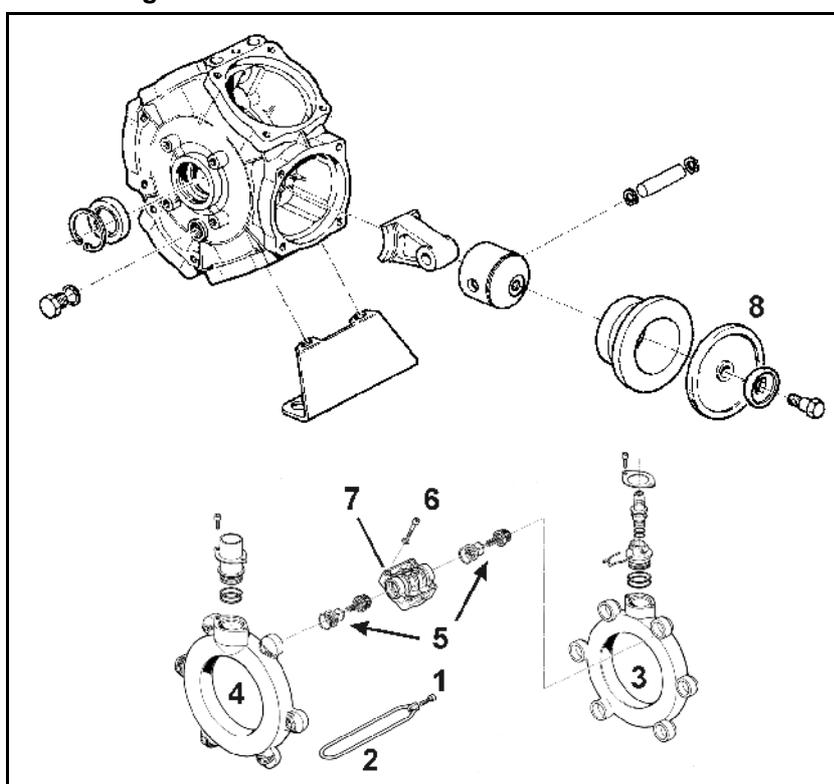

Fig. 149
- Det kontrolleres, at stempelmembranerne (Fig. 149/1) fungerer upåklageligt mindst en gang årligt ved at afmontere dem.
- Læg mærke til, hvordan ventilerne på suge- og tryksiden er monteret, inden ventilgrupperne (Fig. 149/5) afmonteres.
- Alle stempelmembraner skal principielt skiftes (Fig. 149/6) også hvis kun en stempelmembran er brækket, porøs eller ødelagt.
2. Boltene (Fig. 149/1) løsnes og spændebøjlen (Fig. 149/2) en fjernes.
3. Suge- og trykrør (Fig. 149/3 og Fig. 149/4) afmonteres.
4. Ventilgruppen (Fig. 149/5) afmonteres.
5. Boltene (Fig. 149/6) fjernes.
6. Topstykket (Fig. 149/7) afmonteres.
7. Stempelmembranerne (Fig. 149/8) kontrolleres.
8. Udskift de beskadigede membraner (Fig. 149/8).